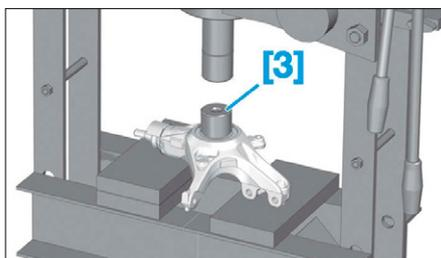

FIG. 43
- Extraire la cage intérieure (2) du roulement à l'aide de l'outil [1].
- Mettre en contact l'outil [3] avec la cage du roulement (Fig.43).